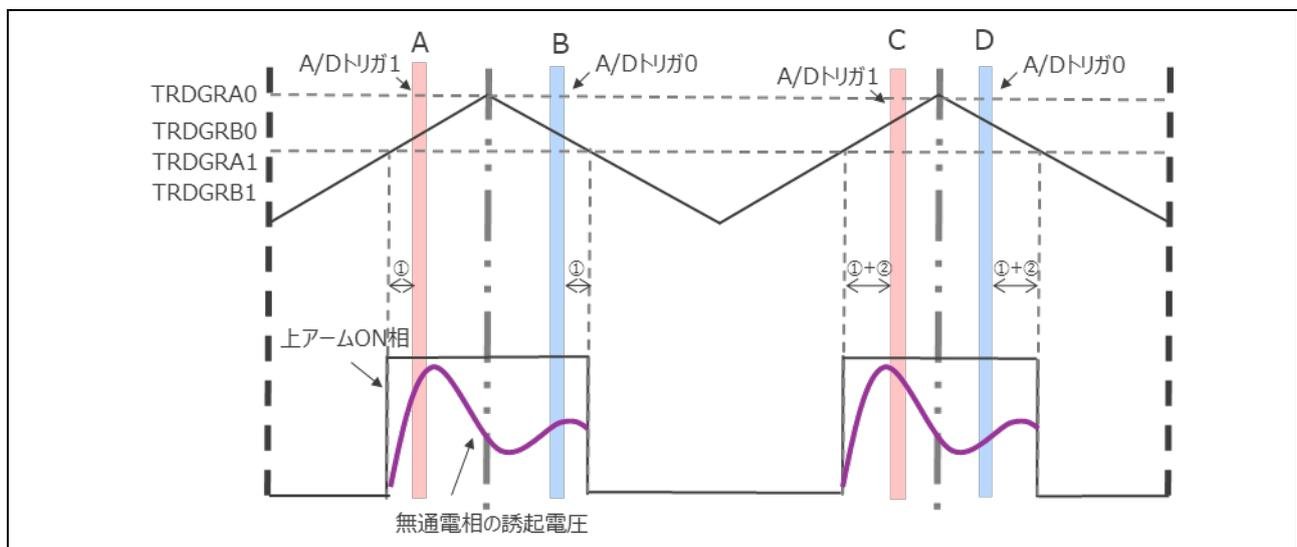
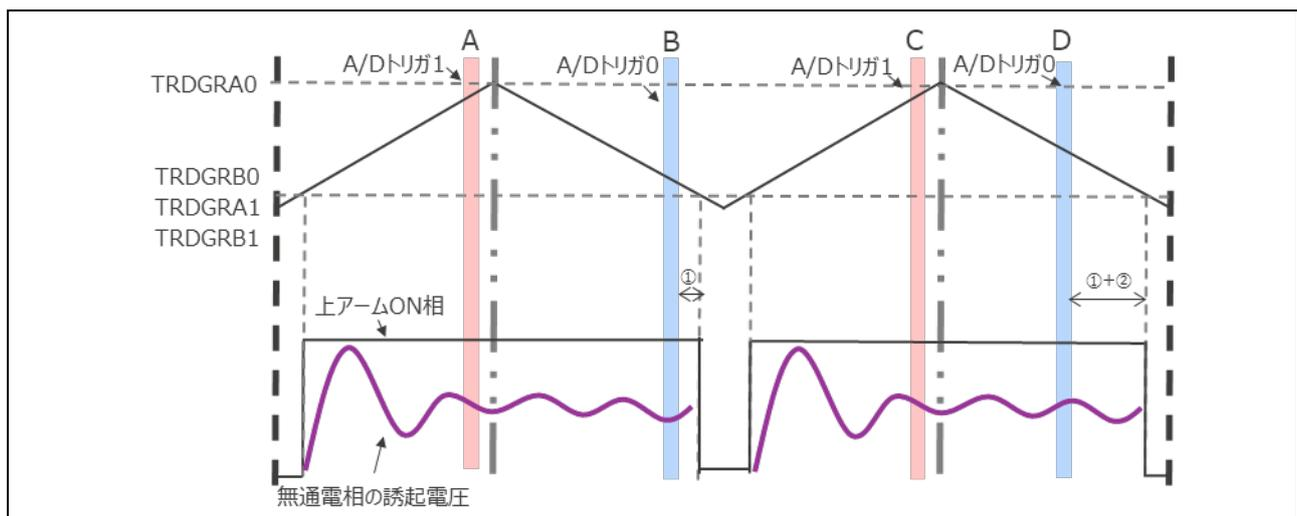

図 3-22 A/D 変換トリガタイミング（デューティ値が閾値より小さい場合）
図 3-23 A/D 変換トリガタイミング（デューティ値が閾値を超えた場合）
デューティ値が閾値より小さいとき、図 3-22 のように設定します。この時、上アームの ON/OFF エッジからトリガを発生させるタイミング①と 1 キャリア目と 2 キャリア目のトリガの間隔②は調整パラメータとなります。誘起電圧の安定した値を取得できるように調整する必要があります。
デューティ値が閾値を超えた場合に図 3-23 に示すように A/D 変換トリガ 1 はデューティ最小幅のトリガ位置に固定されます。
デューティ値の閾値、図 3-22、図 3-23 の上アームの ON/OFF エッジからトリガを発生させるタイミング (ポイント①) と 1 キャリア目と 2 キャリア目のトリガのタイミングの間隔 (ポイント②) に対応するパラメータと変数を以下の表 3-6 に示します。